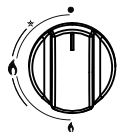

Figure 1
- ◆ Vérifiez si le noyau en cuivre du capuchon en cuivre du brûleur ou les autres pièces sont correctement positionnés et vérifiez la position du bouton de commande (figure 1), puis ouvrez la vanne de gaz.
- ◆ Eteindre: le brûleur sera éteint quand la manette tournera à la position (Figure 1).